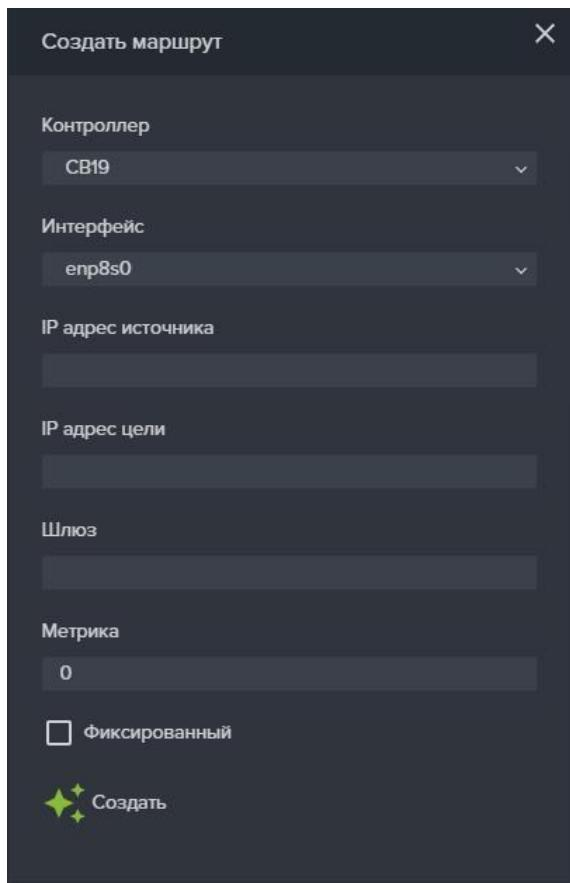

Рисунок 40. Создание маршрута.
2. В таблице маршрутизации нажмите на кнопку «Создать новый маршрут». Откроется одноименное окно (см. Рисунок 40).